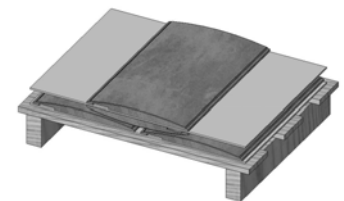

Abbildung 3 – Verpackungsbeispiel Speckstein
- oder den Speckstein (Abb.3) (In diesem Fall gibt es zwei Packstücke, Gerät + Palette Speckstein)